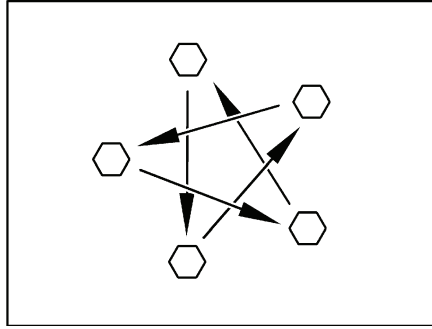

Bild 291 Radmuttern oder Radschrauben über Kreuz anziehen
- Radmuttern oder Radschrauben regelmäßig auf festen Sitz prüfen. Radmuttern oder Radschrauben eines ausgewechselten Rades nach 50 km über Kreuz nachziehen (Bild 291).
- ▷ Radmuttern oder Radschrauben über Kreuz anziehen (Bild 291).